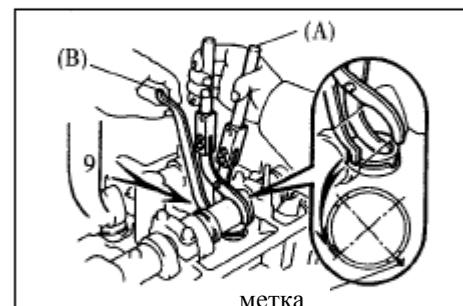
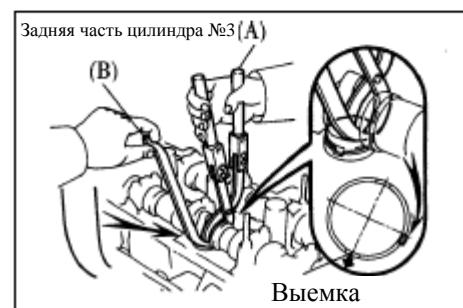

Рис. 39
Рис. 40
- Специальным инструментом надавите вниз на толкатель клапана и установите инструмент между коленчатым валом и толкателем клапана (см. Рис. 39).
- Установите один из концов специального инструмента, обозначенный цифрой "9", под небольшим углом в положение, указанное на Рис. 39.
- Если специальный инструмент (B) будет вставлен слишком глубоко, то он будет зажат прокладкой. Чтобы избежать блокировки специального инструмента (B) вводите его медленно, уменьшая угол наклона со стороны впуска.
- При введении со стороны впуска в сторону задней части цилиндра №3 (см. Рис. 40) ввести специальный инструмент (B) трудно из-за формы кулачка. Поэтому, при регулировке прокладки рекомендуется вводить его со стороны выпуска.
- Попеременно нажмите на толкатель клапана вниз специальным инструментом (A) и (B) для проверки зазора клапана.